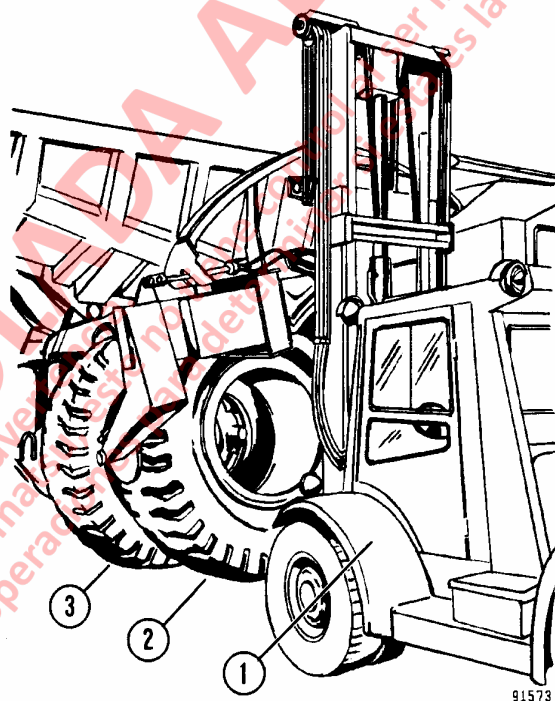
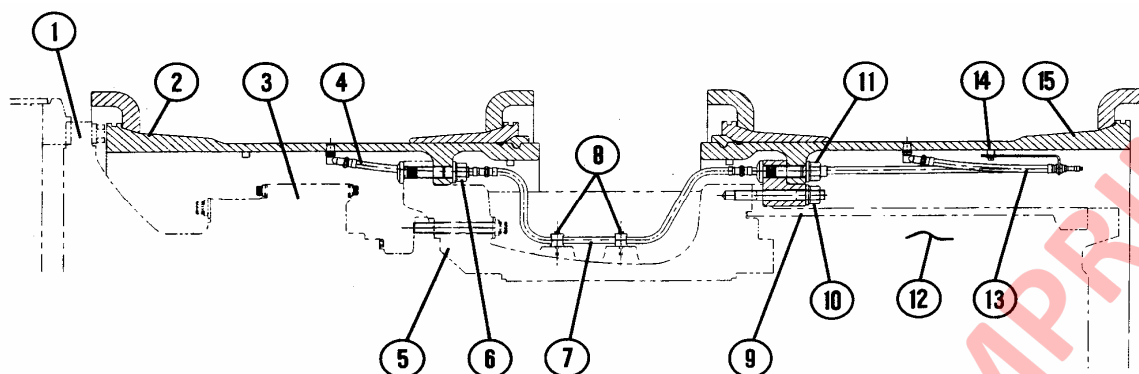

FIGURA 2-5. DESMONTAJE DEL NEUMATICO TRASERO
FIGURA 2-6. CONJUNTO DE LA RUEDA TRASERA
3. Si se debe desmontar el neumático interior trasero, retire la manguera de inflado del neumático interior en la abrazadera de la rueda exterior y desconecte de la extensión interior (7, Figura 2-6).
4. Tome la rueda y el neumático exterior con el manipulador de neumáticos como se muestra en la Figura 2-5. Retire las tuercas con pestaña (10, Figura 2-6) del anillo adaptador (9) que asegura la llanta exterior al cubo del motor de la rueda.
6. Si es necesario desmontar la rueda interior, desconecte la extensión de inflado del neumático interior (7) y desmonte.
7. Posicione el manipulador para tomar la rueda interior. Retire las tuercas con pestaña (6).
2. Tome el conjunto de la rueda interior con el manipulador de neumáticos y monte sobre el cubo de rueda (5, Figura 2-6). Alinee con mucho cuidado la línea de extensión de inflado del neumático (4) para empalmar con la extensión interior (7).
4. Si el anillo adaptador (9) requiere instalación, instale el adaptador sobre el cubo de rueda/motor de rueda. Lubrique los pasadores y las tuercas con pestaña con grasa a base de litio.
5. Usando los procedimientos del Paso 3, instale las tuercas con pestaña (10) en la secuencia descrita y apriete al mismo valor de torque que la rueda interior.